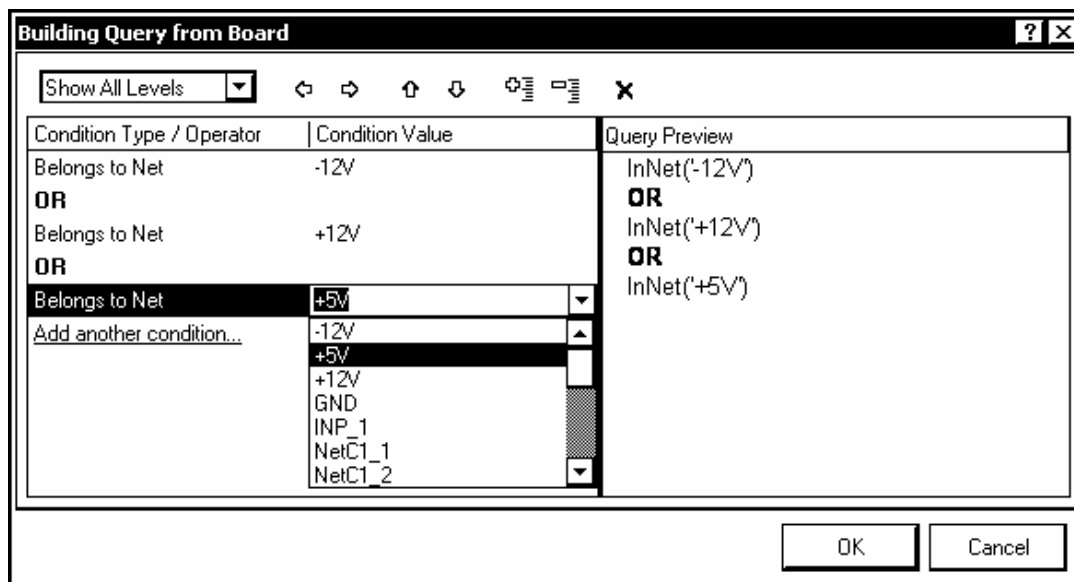

Рис. 6.5
3. Щелчком левой клавиши мыши активизировать команду-кнопку Query Builder. Открывается диалоговое окно формирования запросов на определение принадлежности проводника данной ширины цепям схемы, Building Query from Board (рис. 6.5).
6. Повторить действия пп. 4, 5, указав имя следующей цепи, например “+12V”. Между строками первого и второго условий появляется строка с обозначением логической функции, объединяющей два назначенных условия. Это может быть конъюнкция – функция AND (И), либо дизъюнкция – функция OR (ИЛИ). Щелчком левой клавиши развернуть список из этих двух логических функций и выбрать функцию ИЛИ (OR).
7. Повторяя действия пп. 4...6, составить полный список цепей, для разводки которых предназначается данная ширина проводников. Список этих цепей и правила их объединения в группу отображаются в поле Query Preview окна, рис. 6.5.
Аналогично п. 4, развернем в окне (рис. 6.5) выпадающий список условий, но выберем в нем условие *Belongs to Net Class*, после чего в колонке *Condition Value* развернем выпадающий список классов и укажем в нем класс *Signal*.